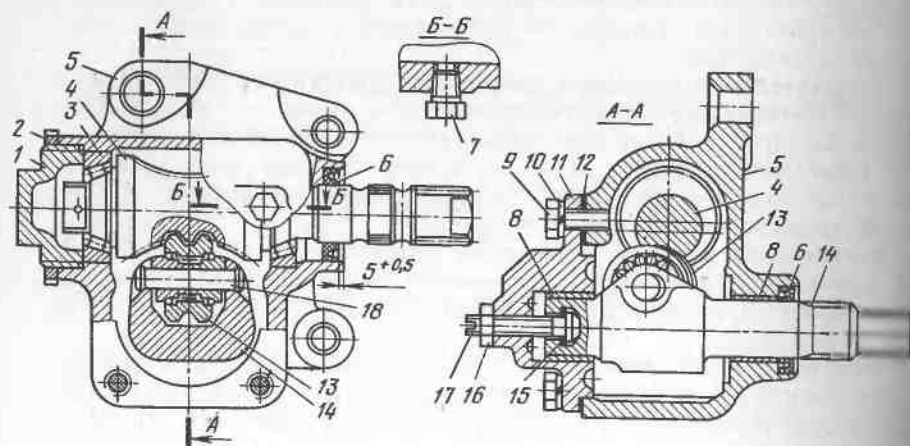

Рис. 156. Рулевой механизм:
**Регулировка затяжки подшипников 3** (рис. 156) производится следующим образом:
Дозаправка картера рулевого механизма смазкой производится при уменьшении уровня масла в картере из-за подтекания смазки через уплотнения. Поэтому необходимо выяснить, где происходит подтекание смазки, устранить ее, а уже потом производить дозаправку масла. Заправка картера маслом производится с использованием шприца, прикладываемого к автомобилю, который необходимо заправить трансмиссионным маслом. Отвернув пробку 7 (см. рис. 156), через отверстие заправляют масло. Уровень масла должен быть по нижнюю кромку отверстия, используемого при заправке. Смена смазки в картере производится через первые 6 тыс. км пробега и через каждые последующие 18 тыс. км, но не реже одного раза в течение 3...4 лет, а также при разборке рулевого механизма.
**Разборка, контроль и сборка рулевого механизма.** Перед разборкой картер необходимо очистить и промыть от пыли, грязи и масляных отложений, слить масло из картера, для чего необходимо отвернуть стопорную гайку 16 (см. рис. 156) регулировочного болта и снять ее;
отвернуть стопорную гайку 2 (см. рис. 156) и регулировочную пробку 1 и ударами через мягкую проставку по торцу червяка 4 выпрессовать кольцо 3 и извлечь из картера червяк вместе с нижним подшипником;